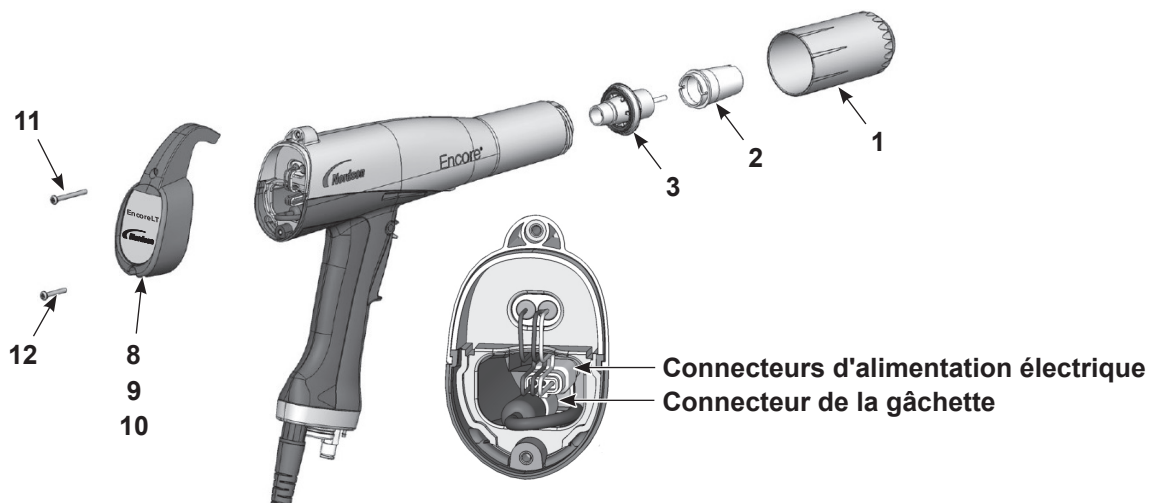
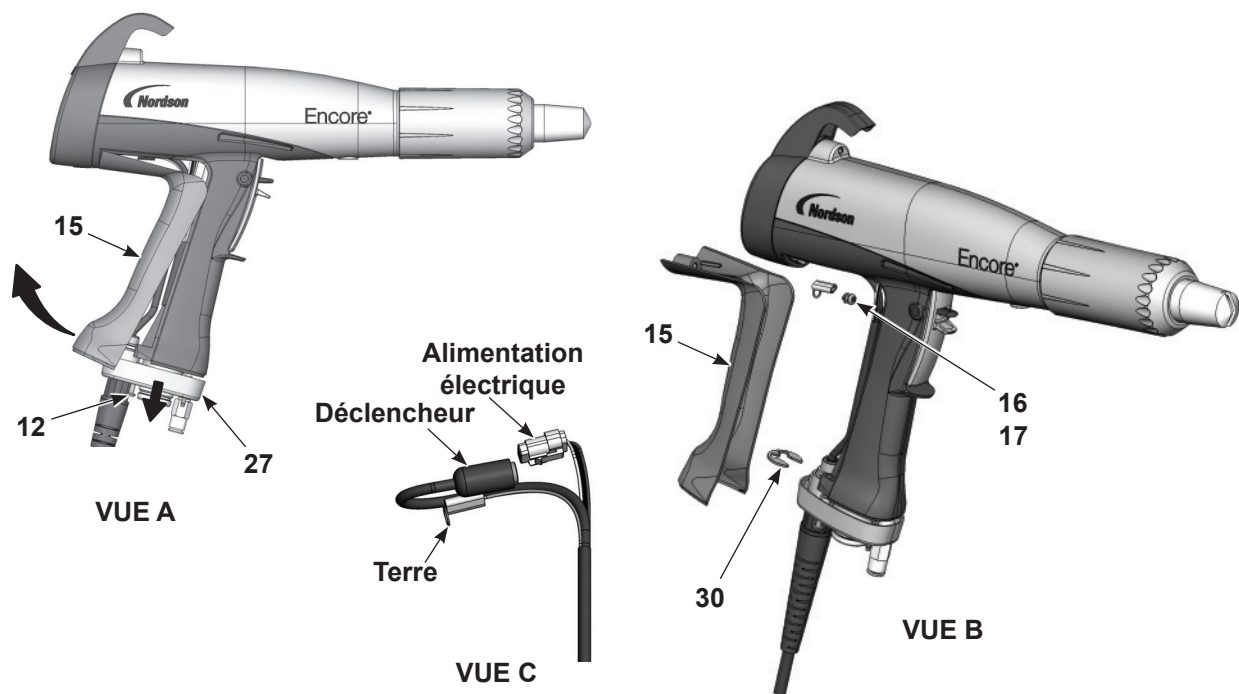

Figure 6-1 Démontage du pistolet
Figure 6-6 Remplacement du câble
1. Voir la Figure 6-1. Retirer l'écrou de la buse, la buse et le bloc électrode (1, 2 et 3).
4. Voir la Figure 6-1. Monter le capot, le boîtier et le crochet comme illustré.
5. Monter le bloc électrode (3) dans la partie avant du corps du pistolet. Vérifier que l'électrode filaire n'est pas pliée ou cassée.
6. Monter la buse (2) sur le bloc électrode en veillant à ce que les tenons dans le bloc électrode glissent dans les fentes de la buse.
7. Monter l'écrou de la buse (1) sur cette dernière et le visser.
2. Voir la Figure 6-1. Retirer la vis du bas (12) du boîtier (9).
3. Voir la Figure 6-6, vue A. Desserrer les deux vis M3 x 20 (12) qui fixent la base de la poignée (27) à la poignée.
4. Tirer sur la base pour l'éloigner de la poignée suffisamment pour libérer le bord inférieur de la pastille de terre (15) de la base.
6. Voir la Figure 6-6, vue B. Retirer la vis M3 x 8, la rondelle frein (16, 17) et la borne de terre de la pastille de terre.
7. Retirer le circlip (30) du câble.
8. Voir la Figure 6-6, vue C. Tirer les connecteurs du câble hors de la poignée. Débrancher le faisceau d'alimentation électrique du câble du pistolet en insérant un petit tournevis à lame dans la fente du connecteur du faisceau d'alimentation pour libérer la prise.
1. Voir la Figure 6-6. Faire passer un câble neuf à travers la base de la poignée, puis poser le circlip (30) sur le câble pour le maintenir en place.
3. Fixer la cosse du câble à la pastille de terre (15) avec la vis M3 x 6 et la rondelle frein (16, 17).
6. Pousser la base de la poignée (27) contre la poignée et la pastille de terre, puis serrer fermement les deux vis M3 x 20 (12) dans la base.
7. Voir la Figure 6-1. Poser la vis M3 x 20 du bas (12) dans le boîtier (9) et la serrer fermement.
1. Voir la Figure 6-6. Retirer la pastille de terre comme décrit dans la rubrique Dépose du câble, étapes 1–5. Il est inutile de débrancher le câble de terre de la pastille.